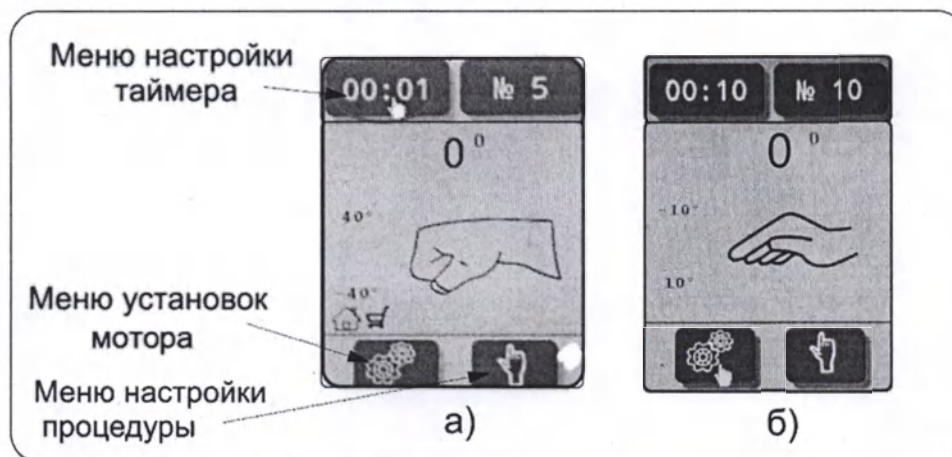
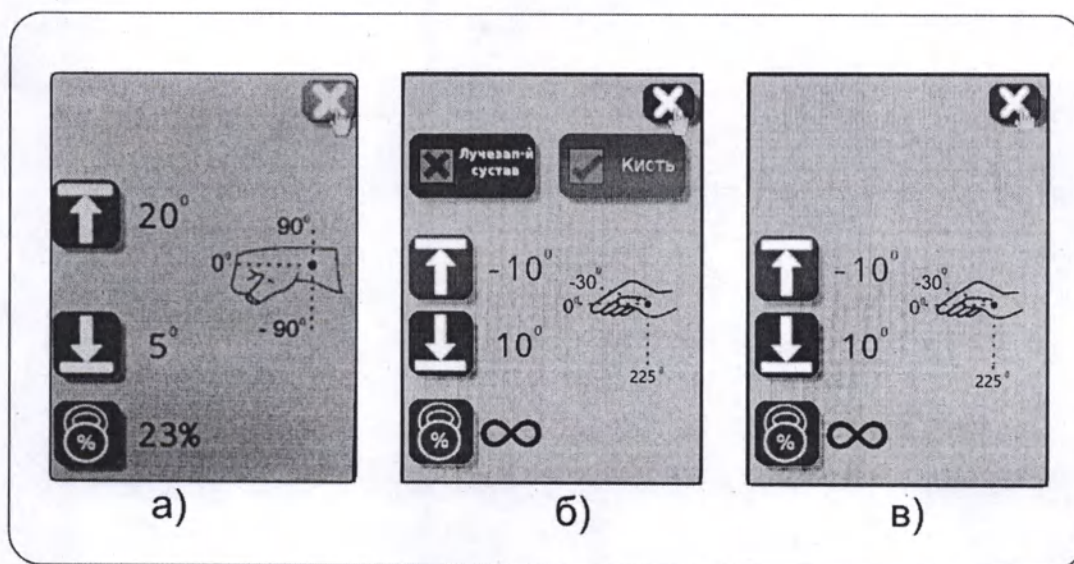

Рисунок 7.4 – Дисплей режима готовности
Рисунок 7.5 – Дисплей режима задания параметров механизмов
6.3.3 По окончании загрузки на дисплее отображается дисплей режима готовности (см. рис. 7.4).
7.2 Дисплей режима готовности (см. рис. 7.4):
7.3 Дисплей режима задания параметров механизмов (см. рис. 7.5)
После однократного нажатия любой кнопки Аппарат перейдет в режим «Пауза», о чем сообщит мигающая в зоне С пульта управления иконка . В данном режиме дисплей переходит в состояние выбора меню (см. рис. 7.4): иконки панели становятся активными и появляется возможность оперативно изменить (скорректировать) режим работы аппарата.
Задание амплитуды движения (углов сгибания / разгибания) Амплитуда движения - это рабочий диапазон, внутри которого происходит движение исполнительных механизмов каждого двигателя. Настраиваются крайние положения. Минимальные и максимальные значения индивидуальны для каждого пациента и режима работы. Шаг настройки - 1°. Настройка амплитуды может осуществляться двумя способами: 1. Аппарат находится в стационарном состоянии. пользователь знает требуемый диапазон. 1.1. Для задания амплитуды движения необходимо зайти в меню установок мотора (рис.7.4). 1.2. С помощью кнопок ,  перевести курсор на символ  и нажать кнопку  (рис. 7.5). Задать требуемое верхнее значение диапазона для мотора (для увеличения угла нажмите кнопку , для уменьшения - ). 1.3. Нажать кнопку  для подтверждения заданного значения и выхода из меню задания верхнего значения диапазона.
1.4. С помощью кнопок ,  перевести курсор на символ и нажать кнопку  (рис. 7.5). Задать требуемое нижнее значение диапазона для мотора. 1.5. Нажать кнопку  для подтверждения заданного значения и выхода из меню задания нижнего значения диапазона. 1.6. С помощью кнопок ,  перевести курсор на символ , нажать на кнопку  и выйти из меню настроек мотора. 2. Первичная настройка под пациента, выбор допустимых углов (активный поиск угла). Задание угла осуществляется последовательным движением в выбранную точку. ⚠ ВНИМАНИЕ! Для первичной настройки под пациента необходимо пациента разместить на аппарате и выполнить подстройку в соответствии с разделами настоящего руководства. Для задания амплитуды движения необходимо: 2.1. Зайти в меню установок мотора (рис.7.4). 2.2. С помощью кнопок ,  перевести курсор на символ и нажать кнопку  (рис. 8.5). Одновременно с удержанием кнопки , кнопками  или , выставить верхнее значение диапазона, которое не будет вызывать болевых ощущений в суставе у пациента. 2.3. Нажать кнопку  для подтверждения заданного значения и выхода из меню задания верхнего значения диапазона. На экране около символа  появится записанное значение. 2.4. С помощью кнопок ,  перевести курсор на символ  и нажать кнопку  (рис. 7.5). Одновременно с удержанием кнопки , кнопками  или , выставить нижнее значение диапазона, которое не будет вызывать болевых ощущений в суставе у пациента. 1.5. Нажать кнопку  для подтверждения заданного значения и выхода из меню задания нижнего значения диапазона. На экране около символа появится записанное значение. 2.6 С помощью кнопок ,  перевести курсор на символ , нажать на кнопку  и выйти из меню настроек мотора. ⚠ ВНИМАНИЕ! Установленные значения и фактически измеренный угол могут незначительно отличаться.